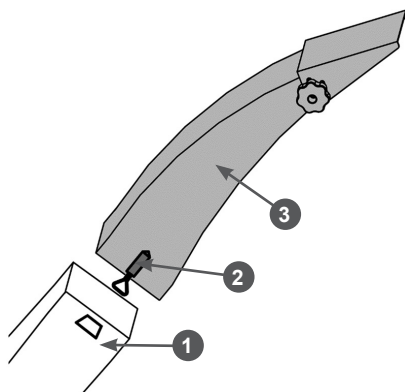

Рис. 13 Установка верхней части желоба выброса
12. Установите верхнюю часть 3 желоба выброса на нижнюю часть 1 и закрепите её с помощью двух защёлок 2 (Рис. 13).